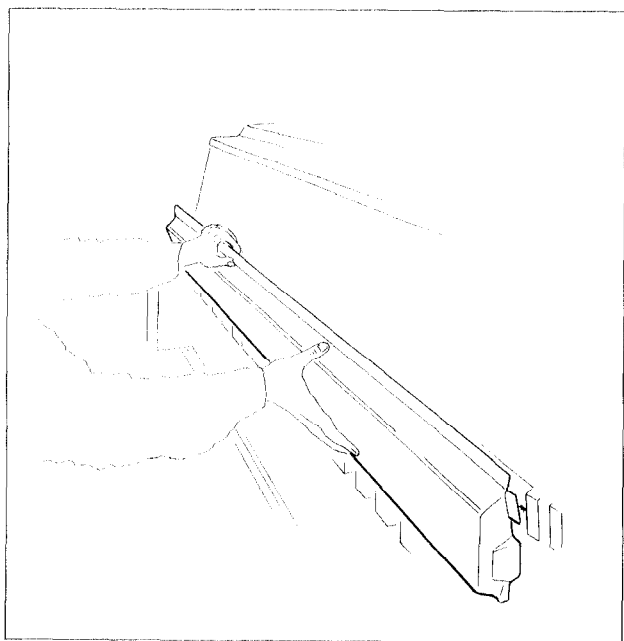

Fig. 8.3
- Abdrehmulden (Fig. 8.3) nach oben bzw. seitlich aus den Halterungen herausziehen.